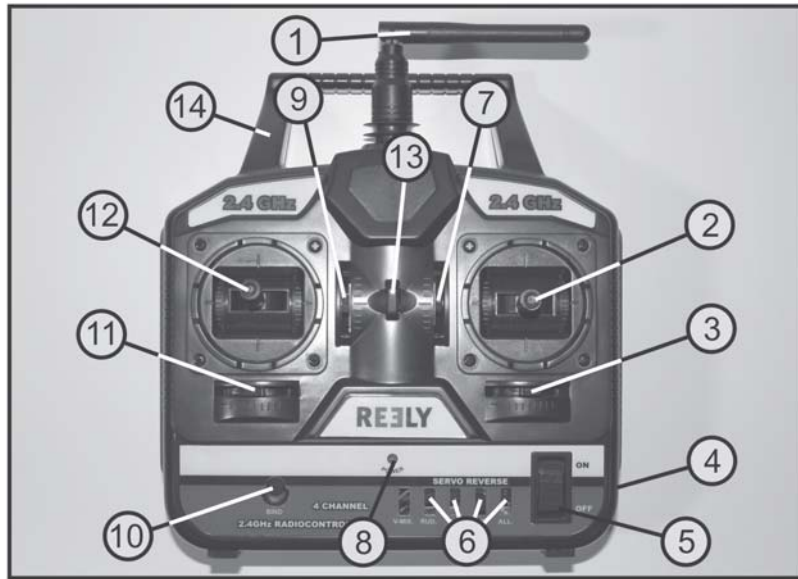

Figure 1
- Appuyez sur la touche Bind (voir également fig. 1, pos. 10) puis allumez la télécommande en maintenant la touche Bind enfoncée.
When using the remote transmitter with batteries, you can attach a charging cable to the charging jack (see figure 1, item 4) while the transmitter is switched off to charge the batteries with a suitable charger (not part of the delivery) directly in the transmitter.
When new batteries or freshly charged rechargeable batteries have been inserted, switch on the transmitter with the function switch (see figure 1, item 5) for test purposes. The green LED display (see figure 1, item 8) indicates the power supply of the transmitter.
À cet effet, quatre interrupteurs Reverse sont installés sur la façade de l'émetteur (voir fig. 1, pos. 6). Les fonctions suivantes sont assignées aux interrupteurs :